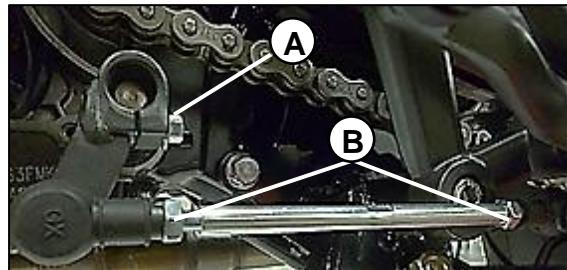

Fig. 20
Retire el pedal cambios desajustando el tornillo (A), en caso tal de necesitar ajustar el juego libre de la palanca de cambios, ajuste o desajuste las tuercas (B) según el caso. **Fig.20**